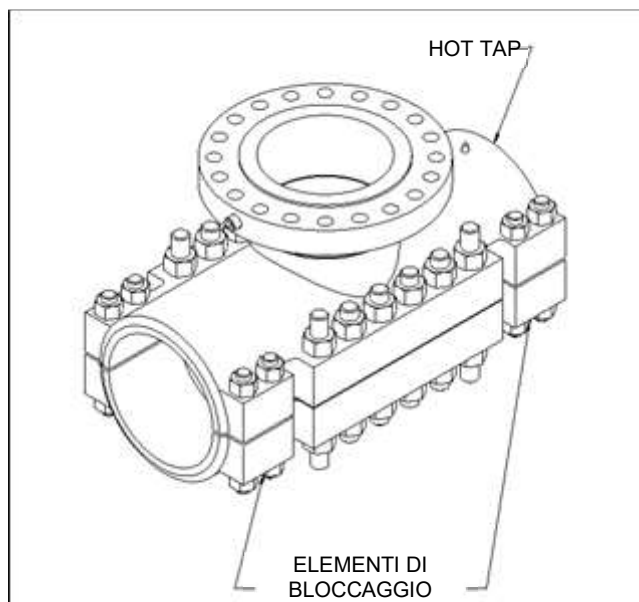

Figura 11
Questa sezione descrive la procedura di installazione per il PLIDCO Hot Tapping+Saddle standard con bulloni e elementi di serraggio aggiuntivi, come mostrato nella Figura 11.
5. Inserire i prigionieri e i dadi nei fori della Hot Tapping+Saddle come mostrato nella Figura 11. La maggior parte delle Hot Tapping+Saddle avrà due diverse lunghezze di prigionieri per la sezione di tenuta. Gli elementi di bloccaggio aggiuntivi solitamente hanno tutti la stessa lunghezza dei prigionieri e talvolta un diametro diverso rispetto alla sezione di tenuta. Assicurarsi che i prigionieri più lunghi siano inseriti nei fori corretti. Le PLIDCO Hot Tapping+Saddle con 3 fori per lato nella sezione di tenuta devono avere i prigionieri più lunghi nei due fori centrali. Le Hot Tapping+Saddle con più di 3 fori per lato nella sezione di tenuta devono avere i prigionieri più lunghi nei quattro fori agli angoli (vedere Figure 12 e 13).